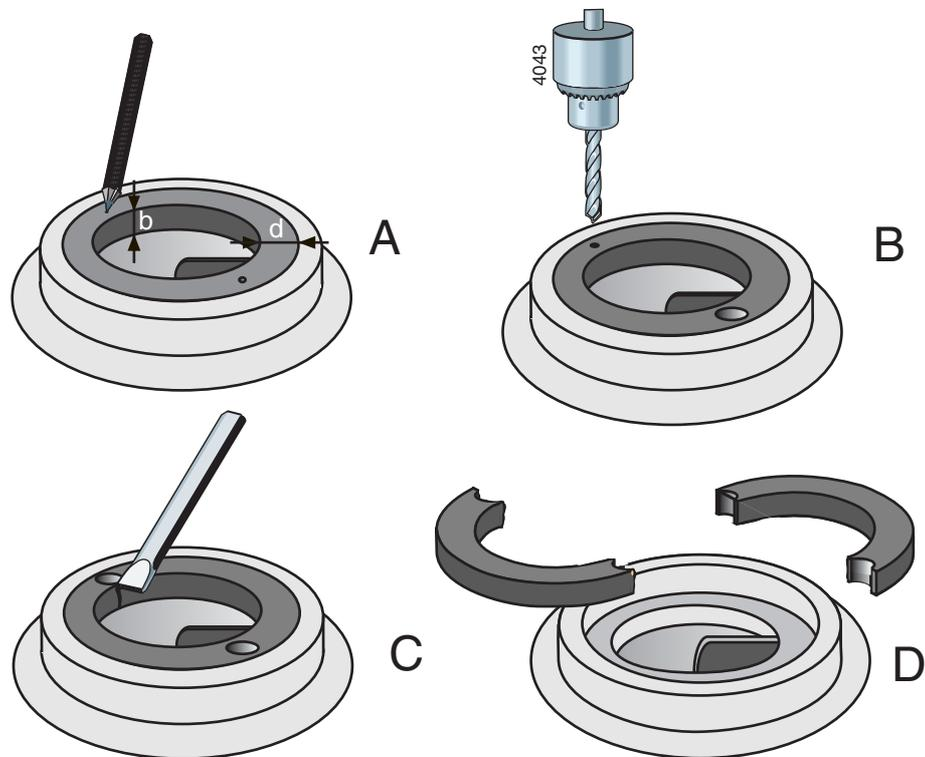

Figure 8: Dépose de la bague d'usure.
- 1 Mesurez l'épaisseur (d) et la largeur (b) de la bague, voir figure 8 A.
- 2 Faites un trou de centrage au milieu du bord de la bague en deux points opposés, voir figure 8 B.
- 3 Utilisez une mèche d'un diamètre légèrement plus petit que l'épaisseur (d) de la bague et percez deux trous dans la bague, voir figure 8 C. Ne percez pas plus loin que la largeur (b) de la bague. Prenez soin de ne pas endommager le bord d'ajustage du corps de pompe.
- 4 Coupez l'épaisseur restante de la bague à l'aide d'un ciseau. Vous pouvez maintenant déposer la bague en deux parties du corps de pompe, voir figure 8 D.